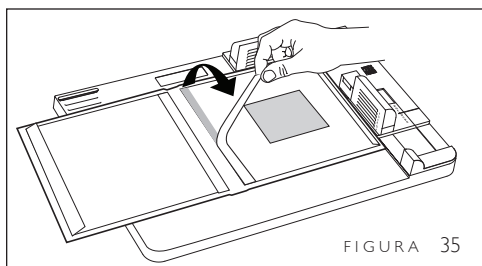

FIGURA 35
3. Coloque en la guía de tapa dura Hardcover una tapa dura para álbumes de fotos Fastback Photobook Hardcover en blanco, con el lado del adhesivo hacia arriba y la ventana en el lado derecho, y sujétela en su lugar con la prensa. El borde superior y el derecho de la tapa deben colocarse debajo de los topes verdes traslúcidos. Si el ancho del álbum es C o mayor, puede utilizar los insertos de plástico verde para asegurarse de que el bloque de páginas no se desplace durante la encuadernación. Retire el papel protector angosto del panel derecho (lado de la ventana) de la tapa dura Fastback Hardcover, a fin de exponer una pequeña parte del adhesivo de encuadernación superresistente que cubre el interior de las tapas duras. (Figura 35).